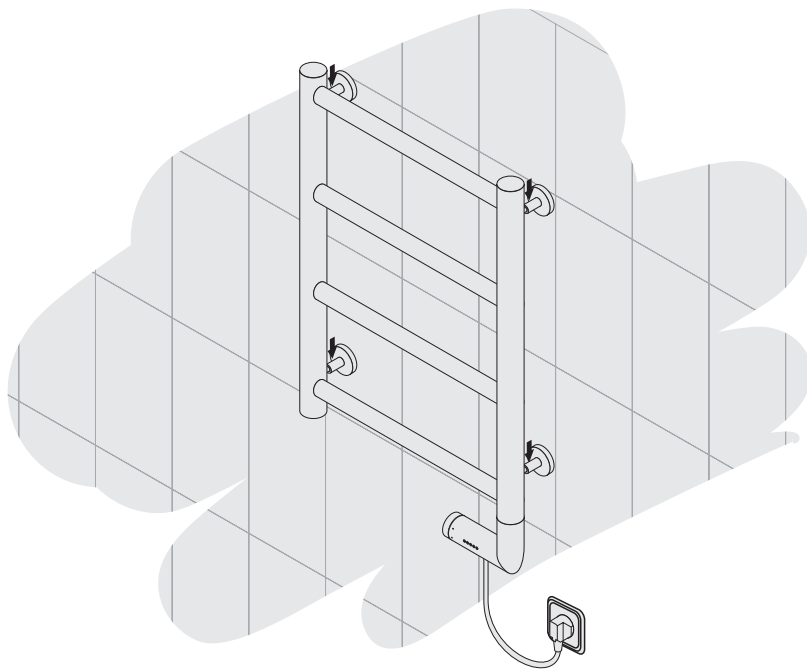

Рис.4
4.1.6. Произвести установку полотенцесушителя, используя стопорные винты (рис. 4).
4.1.7. Подключить полотенцесушитель к электросети используя сетевой шнур (рис. 4)